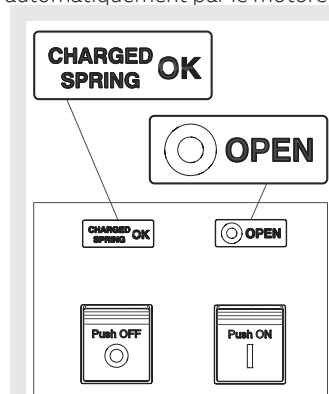

Figure 26
2. Disjoncteur ouvert avec ressorts bandés (voir Figure 26).